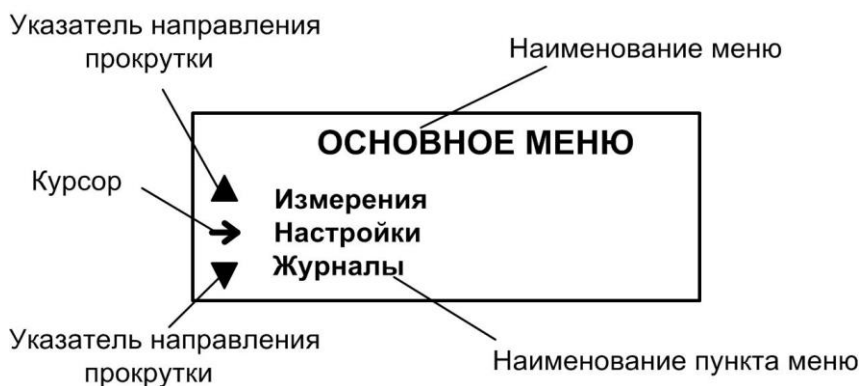

Рис.2. Вид основного меню.
3.1.1. Для управления ИВК с клавиатуры используется многоуровневая система меню (см. приложение Г), состоящая из основного меню, подменю, команд и параметров, наименования которых сгруппированы в списки. Основное меню (см. рис.2) имеет неизменный состав. Состав и структура подменю определяются режимом работы комплекса.
3.1.3. Индикация на дисплее комплекса состоит из наименования меню (окна), располагающегося неподвижно в первой строке ЖКИ, и наименований пунктов меню (параметров), которые могут смещаться вверх или вниз (см. рис.2).
3.1.5. Одновременно на дисплее может индицироваться не более 3-х строк пунктов меню (параметров) из списка. Поэтому в начале первой и последней строки на дисплее могут располагаться указатели направления прокрутки (см. рис.2) в виде треугольников ▲ и ▼, вершины которых направлены в стороны возможного перемещения по строкам (пунктам меню, параметрам).